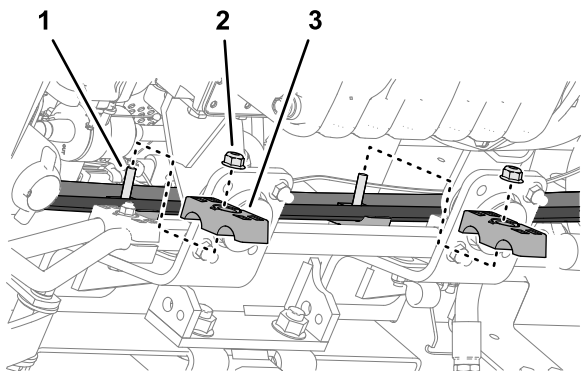

Figura 127
- Monte las 2 mitades de las abrazaderas en los tornillos, y sujete las mitades de las abrazaderas y las mangueras (Figura 127) con 2 contratuerca con arandela prensada (5/16").